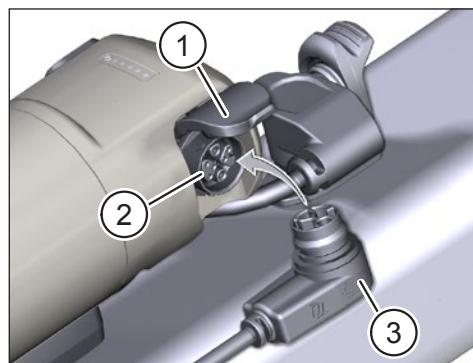

Fig. 3: Carga del extensor de rango
- ▶ Abra la tapa (Pos. 1 en Fig. 3) del puerto de carga del extensor de rango.
- ▶ Compruebe que los contactos del puerto de carga (Pos. 2 en Fig. 3) están libres de suciedad y límpielos si es necesario.
- ▶ Inserte el enchufe de carga (Pos. 3 en Fig. 3) del Charger en el puerto de carga el extensor de rango.